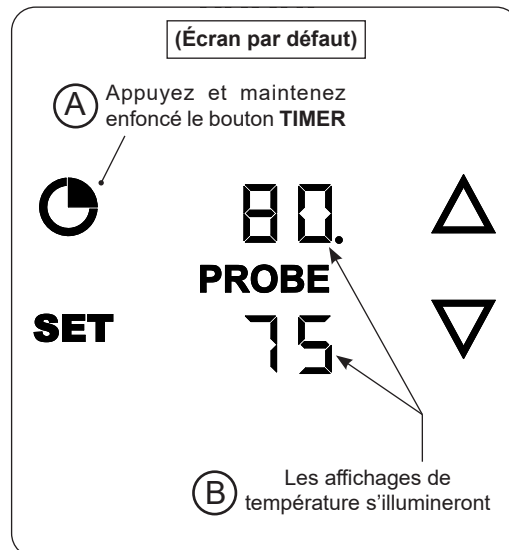

Fig. 44-1 Turn on thermometer/Thermostat
3. Appuyez et maintenez enfoncé le bouton **TIMER** (Fig. 44-1, A) jusqu'à ce que le reste des affichages s'allume (Fig. 44-1, B). Il s'agit de l'**écran par défaut**. L'écran par défaut affiche vos températures. L'affichage supérieur est la température de cuisson, et l'affichage inférieur est la température de la sonde à viande (si elle est branchée).